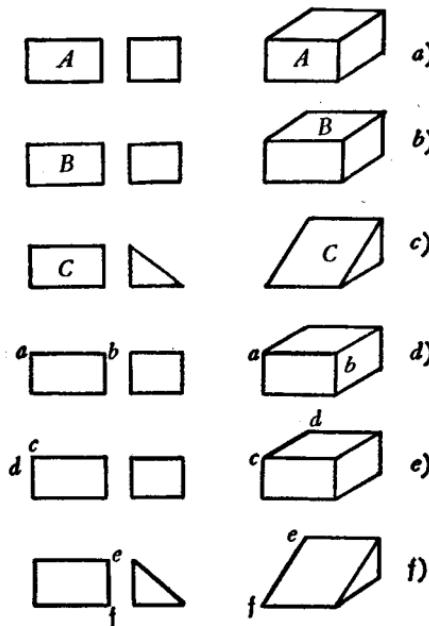

图16 正投影原理示意图。
1. 当一个平面和投影面平行的时候，它在那个投影面上的投影等于它的实形（如图 16 a 上的 A 面）。
2. 当一个平面和投影面垂直的时候，它在那个投影面上的投影是一条直綫（如图 16 b 上的 B 面）。
3. 和投影面傾斜的平面，所投影的面，比原来的实形要小些（如图 16 c 上的 C 面）。
4. 和投影面平行的直綫，在投影面上是它的实形（如图 16 d 上的直綫 ab）。
5. 和投影面垂直的直綫，在投影面上是一个点（如图 16 e 上的 C 点）。
6. 当一直綫和投影面傾斜时，它在那个投影面上的投影比它原来的实长要短些（如图 16 f 上的直綫 ef）。